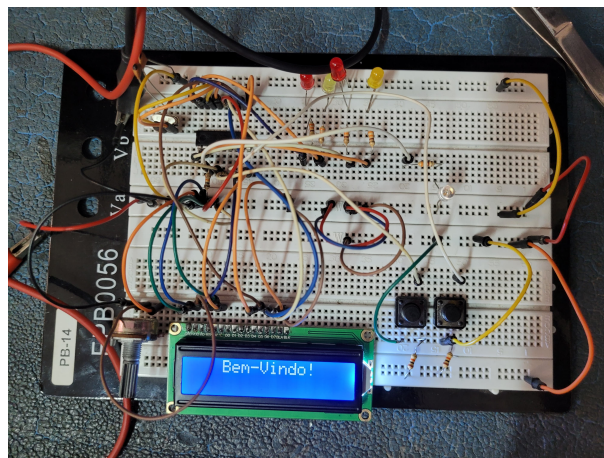

Figura 4 – Foto da montagem em laboratório do projeto da máquina de chopp utilizando o microcontrolador PIC16F628A.
3. A fonte de alimentação de 5 V foi ligada e conectada ao circuito, conforme ilustrado na Figura 4.